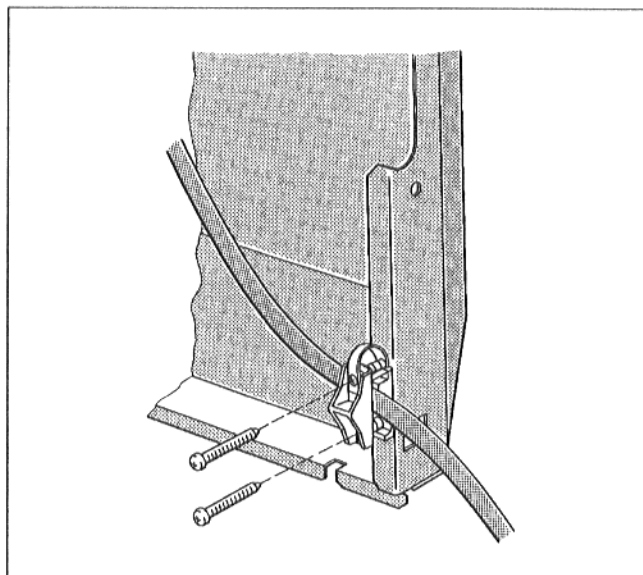

Fig. 11
- Inserire il cavo del bruciatore nel ferma cavo e fissare quest'ultimo con due viti autofilettanti (Fig. 11).